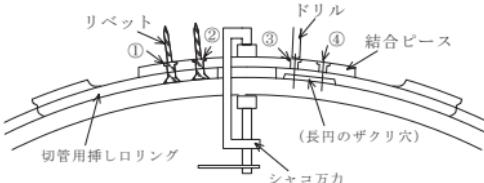
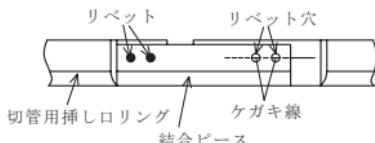

図 50 挿し口リングのセット方法
図 51 結合ピース部上面
- (5) 図 50 に示すように切管用挿し口リングに結合ピースを当て、①、②の穴にリベットを入れて、結合ピースをシャコ万力で固定する。このとき、図 51 に示すように挿し口リング上のケガキ線がリベット穴の中心に位置するようにする。次に、③、④の位置をドリルでケガく。